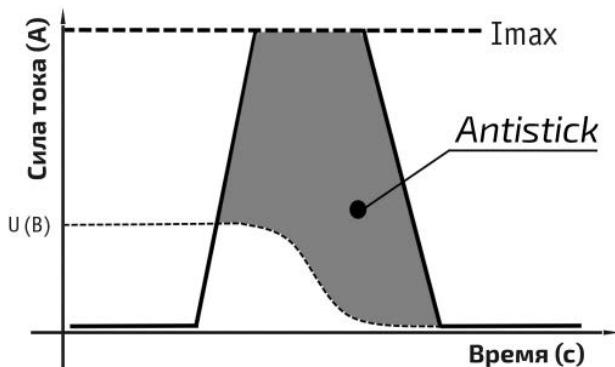

Рис. 6.1.1. Antistick.
**Antistick** – данная функция устраняет прилипание электрода к изделию. Аппарат автоматически снижает ток до минимального, чтобы не допустить перегрева электрода (см. рис. 6.1.1).